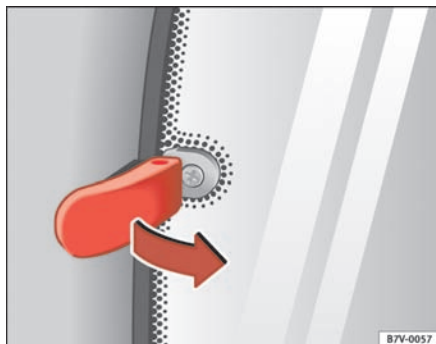

Fig. 65 Låsearm til mekanisk vipperude
- Træk låsearmen ⇒ fig. 65 i pilens retning, og tryk den samtidig udad, indtil armen går i hak.